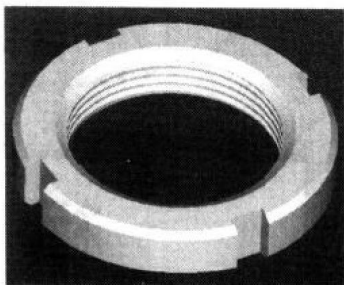
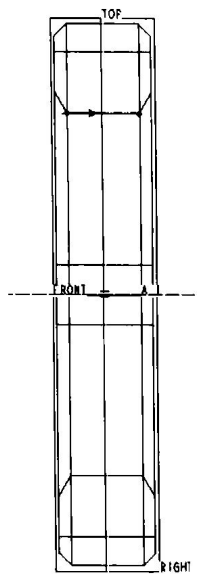
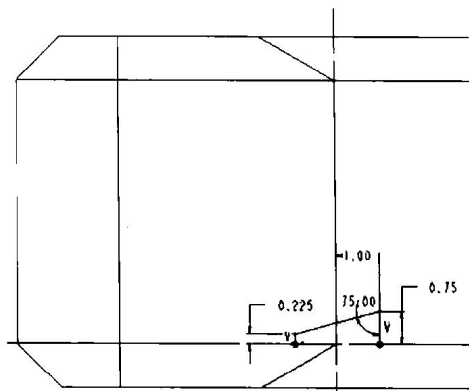
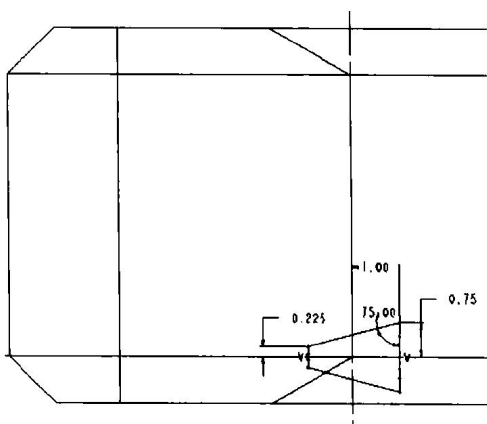

图 1-1 小圆螺母
图 1-8 螺纹的轮廓线
图 1-9 螺纹的半截面
图 1-10 螺纹截面
本例制作小圆螺母，效果如图 1-1 所示。
7. 制作螺纹。执行 PART→Feature→Create→Cut→Advanced→Solid→Done 命令,再执行 Helical Swp→Done 命令和 Constant→Thru Axis→Right Handed→Done 命令。选取螺母截面为 RIGHT,执行菜单管理器中的 Okay→Default 命令。选取螺母的轴线和圆柱的边界作为参考线,此时的绘图平面如图1-8所示。单击工具栏中的按钮,绘制一条与内圆柱边重合且长度相等的螺纹外形轮廓线,如图1-8所示。单击工具栏中的按钮,绘制一条与圆柱轴线重合的中心线。单击工具栏中的按钮。在输入螺距 1.5 并确认后,在出现的截面中绘制螺纹平面。单击工具栏中的按钮,在螺母剖面的一端绘制如图1-9所示的三条线段。单击工具栏中的按钮,选取要标注尺寸的两条边后,单击鼠标中键标注角度尺寸。按图1-9所示修改尺寸,长边长度为 0.75,短边长度为 0.225,长边距圆柱边界 1,角度为  $75^\circ$ 。绘制一条与圆柱边界重合的水平中心线。按住〈Shift〉键,依次选中要拷贝的三条线段后,单击工具栏中的按钮后,选择中心线,镜像拷贝后的牙型效果如图1-10所示。单击工具栏中按钮后,再执行菜单管理器中的 Okay 命令,最后单击 CUT: Helical Sweep 对话框中的 OK 按钮完成本例的创作。最终效果如图1-1所示。